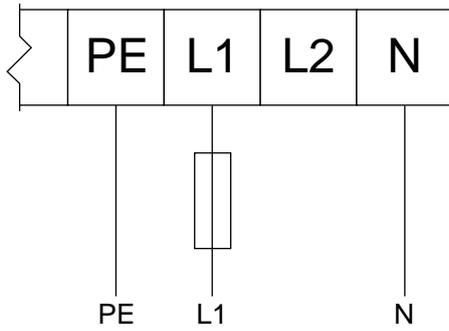

Figure 8 Entrada de 120 VCA monofásico/Salida de 240 VCA trifásico
6. Conecte los cables de alimentación eléctrica a los terminales de alimentación de la caja del VFD. Vea la Tabla 1 Conexiones de alimentación principal en el VFD, page 22 y las Figs. 8–12, según corresponda para su sistema.